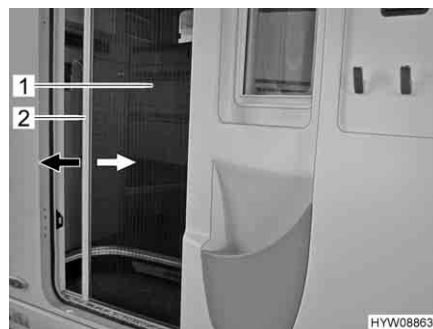

Fig. 29 Protezione contro gli insetti (porta di ingresso)
**Chiusura:** ■ Afferrare la barra di presa (Fig. 29,2) con entrambe le mani ed estrarre con movimento uniforme la protezione contro gli insetti (Fig. 29,1) dall'alloggiamento della porta.
- Afferrare la barra di presa (Fig. 29,2) con entrambe le mani e spingere la protezione contro gli insetti (Fig. 29,1) nell'alloggiamento della porta esercitando una leggera pressione.